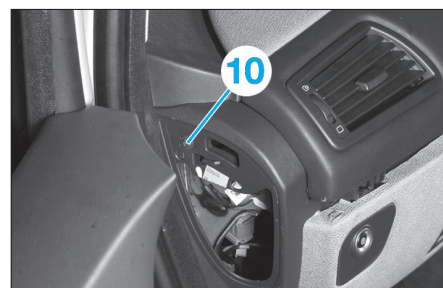

Fig. 11
- Déposer la vis (10) (Fig.11).